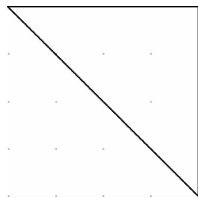

图 6-69 确定多边形第三个顶点
2) 移动光标至多边形的第三个顶点，单击鼠标确定第三个顶点。此时，出现一个三角形，如图 6-69 所示。